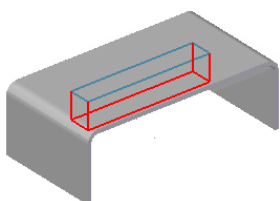
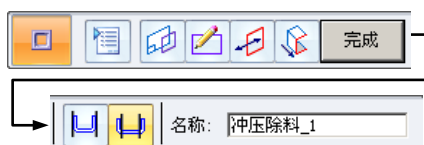

图 6.3.7 定义冲压方向
图 6.3.8 “冲压除料”命令条(二)
(3) 定义其冲压方向如图 6.3.7 所示，单击鼠标左键，此时“冲压除料”命令条(二)如图 6.3.8 所示。